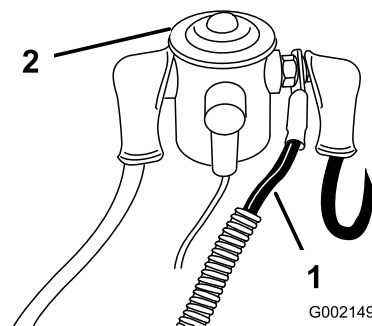

Figura 6
10. Conecte el cable de alimentación rojo al lado izquierdo del solenoide, (Figura 6), situado debajo del asiento.